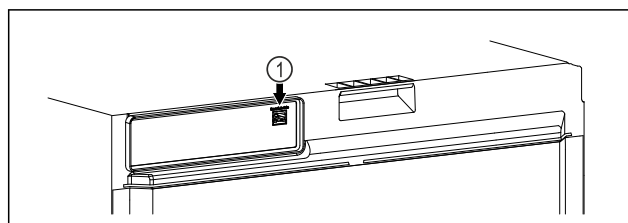

Fig. 114
- ❑ Złożono SmartModule Fig. 114 (1).